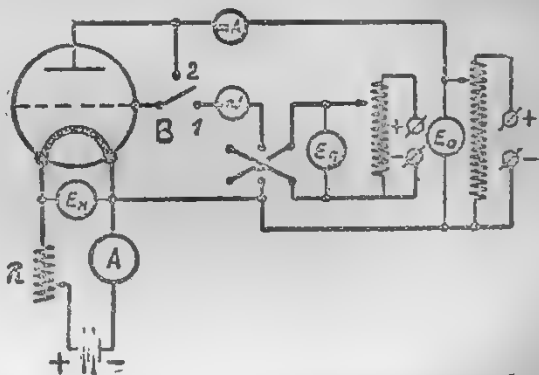

Рис. 2. Схема для измерения эмиссии приемных ламп
В настоящее время для всех типов электродных ламп заводов практикуется приключение вольтметра непосредственно к нити. Поэтому во избежание ошибки при такой схеме включения (см. рис. 2) из показаний амперметра накала необходимо вычитать ток, идущий через вольтметр накала. Само собой также разумеется, что отсчет тока следует производить лишь по установлении теплового режима катода. Особенно это важно для подогревных катодов, которые обладают значительной тепловой инерцией.
2) Измерение эмиссии обыкновенно производится путем замыкания сети накоротко с анодом (полож. 2 переключателя В на рис. 2) при достаточно большом анодном напряжении (от 40 до 100 В в зависимости от типа лампы). При этом миллиамперметр, включенный в анодную цепь, измеряет и ток сетки, т. е. полную эмиссию катода.